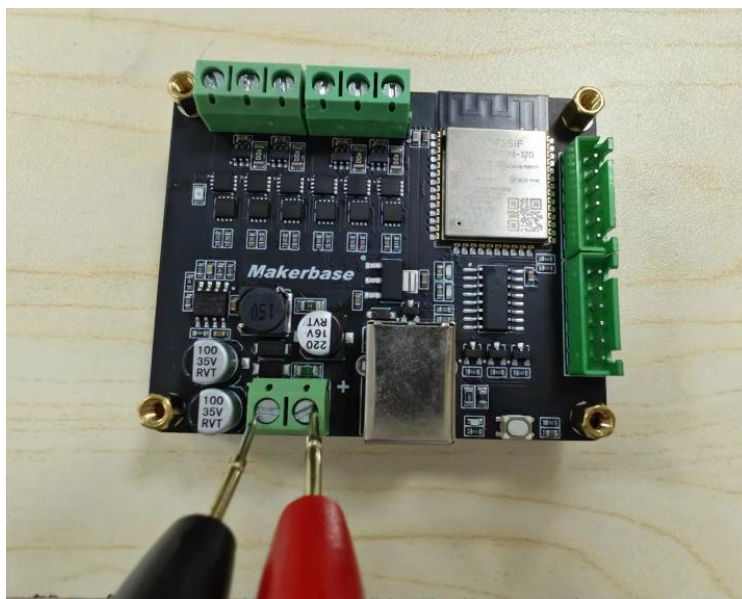

图 1 测 Vin 是否短路
1. 使用万用表检测驱动板的 VIN 正极和负极是否存在短路, 如图 1 所示